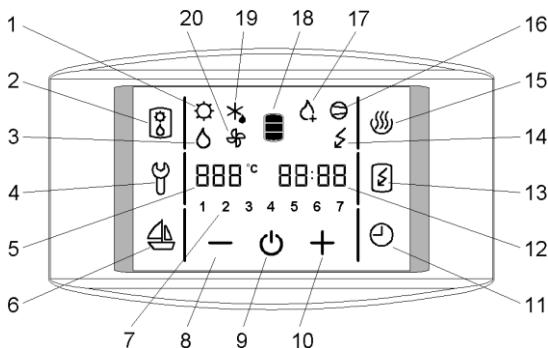

Bild 4: Steuerungsbildschirm
- Drücken und halten Sie Feld 4 am Bildschirm (Bild 4), um die Servicerégime-Funktion einzuschalten.